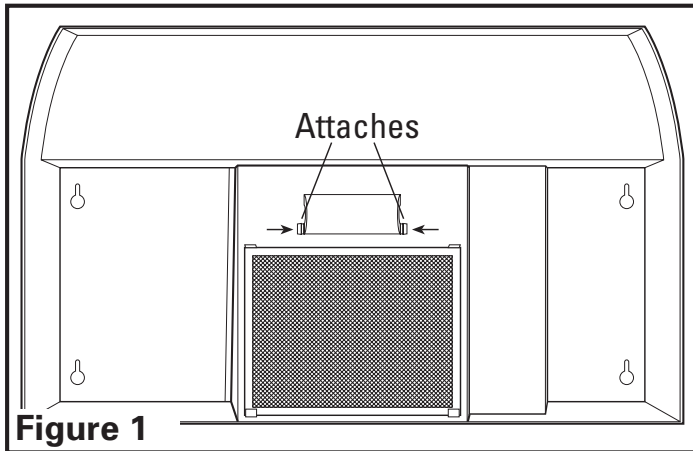

Figure 1
3. Enlever le couvercle de lampe en pressant les deux onglets ensemble (**Figure 1**).